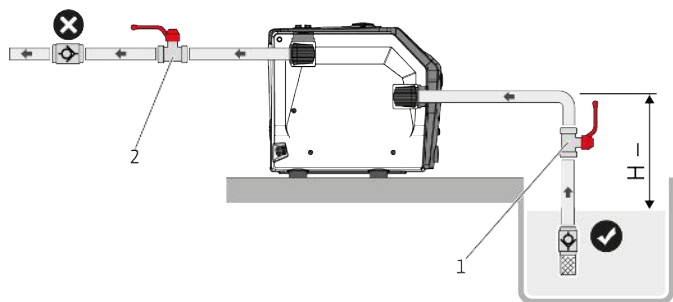
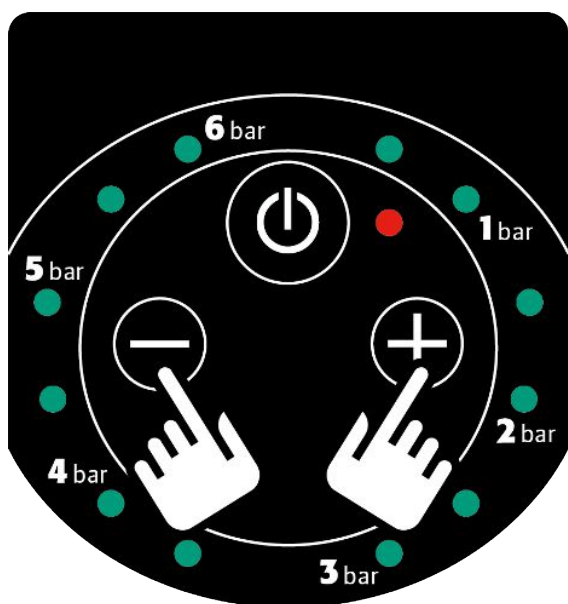

Fig. 8: Sacia prevádzka
Fig. 11: Ovládacie tlačidlo + a -
1. Ak je výrobok nainštalovaný v režime zaťaženia (Fig. 8), stlačte raz ovládacie tlačidlo ZAP/VYP (Fig. 11).
2. Stlačte ovládacie tlačidlo „ZAP/VYP“ na ovládacom paneli (Fig. 11).